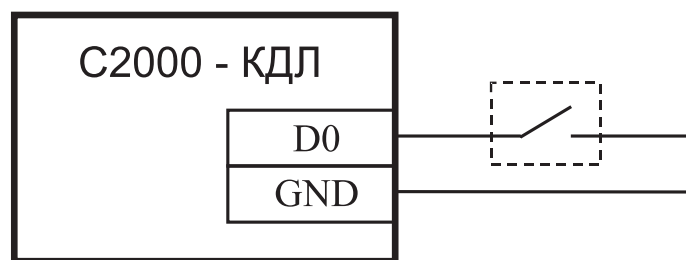

Рисунок 4 Схема подключения кнопки для указания желаемого действия по управлению разделами или доступу (при любом типе интерфейса)
2.1.7 При централизованном управлении и доступе для использования кодов ключей (карточек, PIN-кодов) одновременно и для управления разделами и для доступа выбор желаемого действия осуществляется с помощью кнопки, подключенной к контроллеру (см. рисунок 4). Если код ключа настроен для управления разделами и доступа, то при нажатии на кнопку (замыкании D0 и GND) контроллер будет запрашивать возможность управления разделами, в противном случае будет работать доступ.